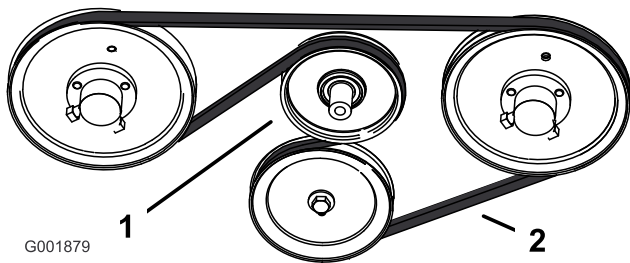

Figura 70
3. Para volver a colocar la correa, tire hacia abajo de la polea tensora tensada con muelle, y retire la correa de tracción de las poleas del motor y de la bomba hidráulica (Figura 70). Retire la correa entre las poleas.
4. Instale la correa nueva alrededor de las poleas del motor y de la bomba hidráulica (Figura 70).
5. Tire hacia abajo de la polea tensora tensada con muelle y alinéela debajo de la correa de tracción. Libere la presión en la polea tensora tensada con muelle (Figura 70).